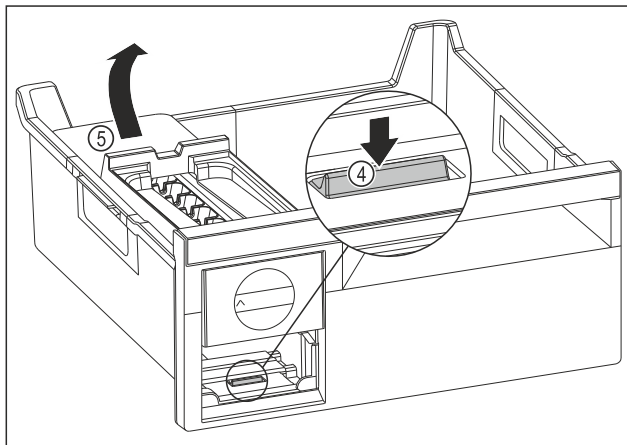

Fig. 242
- ▶ Odstranjevanje glavnega dela EasyTwist-Ice: Spono Fig. 242 (4) s prstom potisnite navzdol in hkrati z drugo roko glavni del EasyTwist-Ice Fig. 242 (5) od zadaj dvignite.